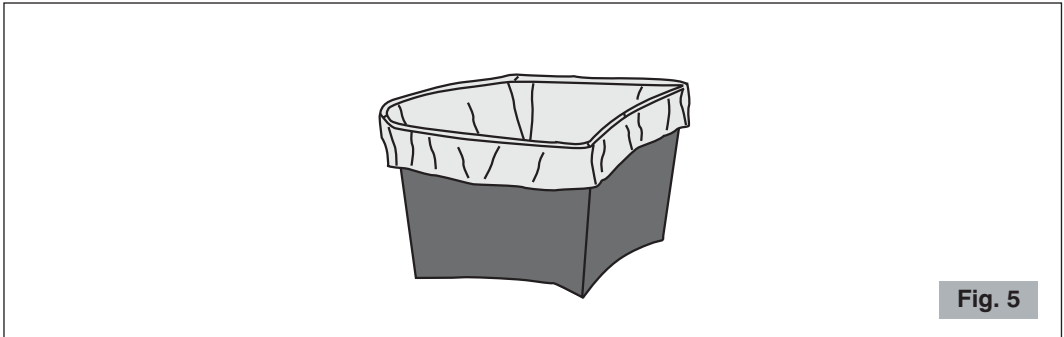

Fig. 5
**Conseil :** Pour réduire au minimum les opérations de nettoyage, on conseille de positionner un sachet en plastique biodégradable à l'intérieur du conteneur à pulpe en repliant le bord du sachet sur et à l'extérieur du conteneur à pulpe (voir Fig. 5). En utilisant ce système, on pourra, à la fin des opérations, jeter les déchets directement dans les récipients pour les déchets biodégradables.